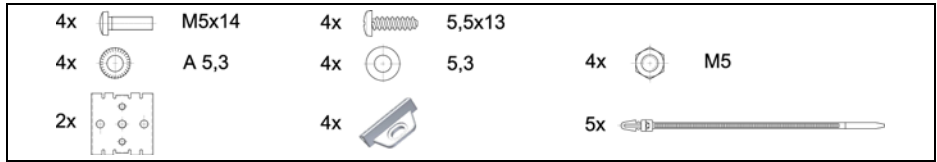

Рис. 1: Прилагаемые комплектующие
- Прилагаемые комплектующие (см. рис. 1)